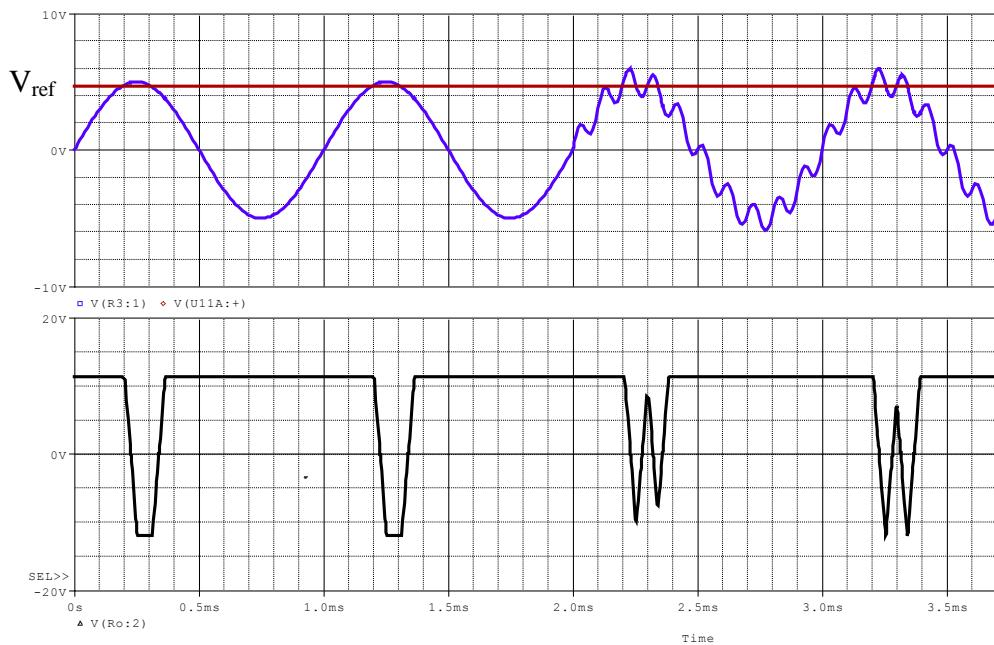
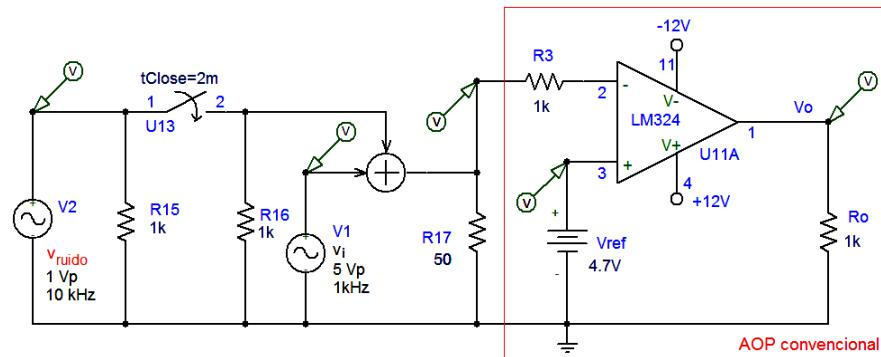

Figura 3 – Resultados de simulação no PSpice para o circuito da Figura 4. Arquivo: **LEP\_10\_q3.sch**
Figura 4 – AOP convencional. Influência de um sinal de ruído na resposta de saída.
**Questão 3** – As formas de onda da Figura 3 mostram a influência de um sinal de ruído na resposta de um AOP comparador, com a topologia apresentada na Figura 4 (comparador convencional). No instante 2 ms é inserido o ruído de 1 Vp (senoidal) ao sinal de entrada, também senoidal, de 5 Vp.
- Identifique na Figura 3 as comutações indevidas.